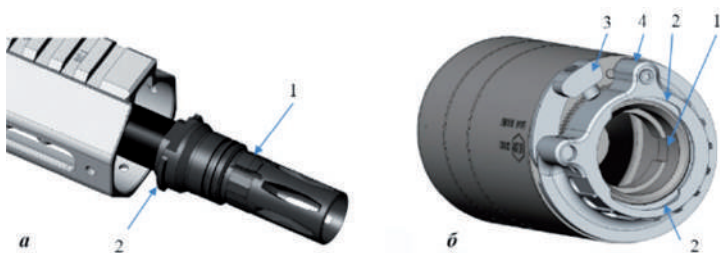

Рис. 114. Елементи будови спеціального дульного пристрою (полум'ягасника):
Швидкозйомний Пристрій Зменшення Рівня Звуку Пострілу (ПЗРЗП-Ш) – призначений для зменшення рівня звуку пострілу та зменшення спалаху під час пострілу. Порохові гази під час проходження через пристрій розширюються та втрачають швидкість. Внаслідок розширення порохових газів відбувається зменшення тиску всередині пристрою та значне зменшення і розсіювання звуку пострілу. Особливістю пристрою порівняно із звичайним ПЗРЗП є те, що цей пристрій складається з двох основних частин, а саме: спеціального дульного пристрою (полум'ягасника), та ПЗРЗП-Ш, який має конструктивну особливість швидкого приєднання до полум'ягасника. В задній частині ПЗРЗП-Ш виконано елементи кріплення до полум'ягасника. Щілинний полум'ягасник монтується на ствол (рис. 114а), а ПЗРЗП-Ш встановлюється уже на нього (рис. 114б). Для надійної фіксації спеціального дульного пристрою на стволі та запобігання його самовільному відкручуванню під час вібрації стрільби необхідно попередньо
1. Встановити гайку ПЗРЗП-Ш в положення «відкрито». Для цього потрібно натиснути на гайці клавішу фіксатора (поз. 3 рис. 114б) і повернути гайку (поз. 4 рис. 114б) в напрямку до упору.
5. Зафіксувати ПЗРЗП на спеціальному дульному пристрої. Для цього потрібно повернути гайку (поз. 4 рис. 114б) в напрямку  попередньо натиснувши клавішу (поз. 3 рис. 114б).
1. Встановити гайку ПЗРЗП-Ш в положення відкрито. Для цього потрібно натиснути на гайці клавішу фіксатора (поз. 3 рис. 114б) із написом «PUSH» і повернути гайку (поз. 4 рис. 114б) в напрямку  до упору.